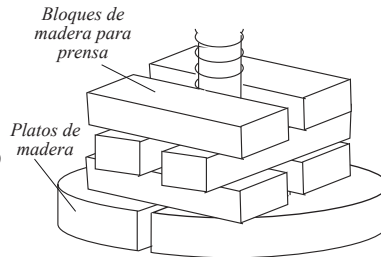

FIGURA 7
4. Continúe agregando conjuntos de bloques (cada conjunto colocado de manera perpendicular al conjunto anterior) hasta que los bloques estén más altos que la cesta (**FIGURA 7**).